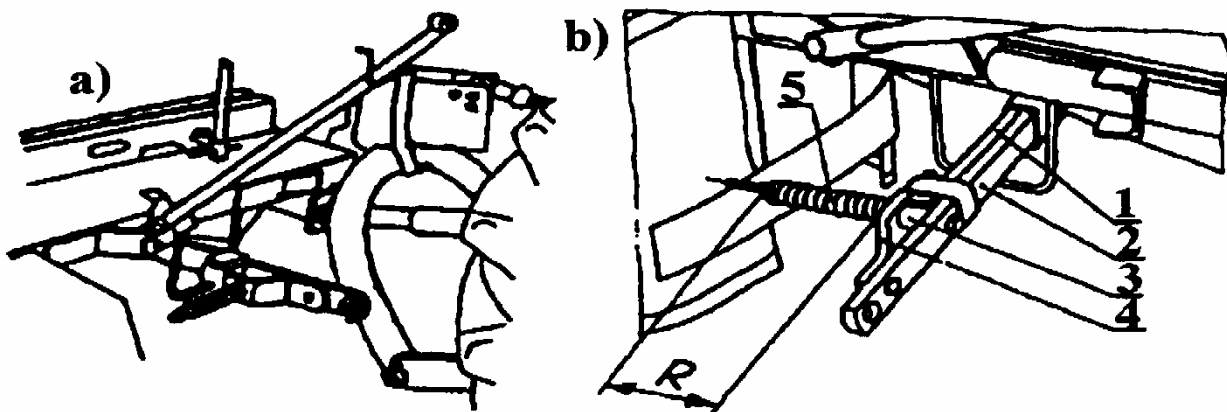
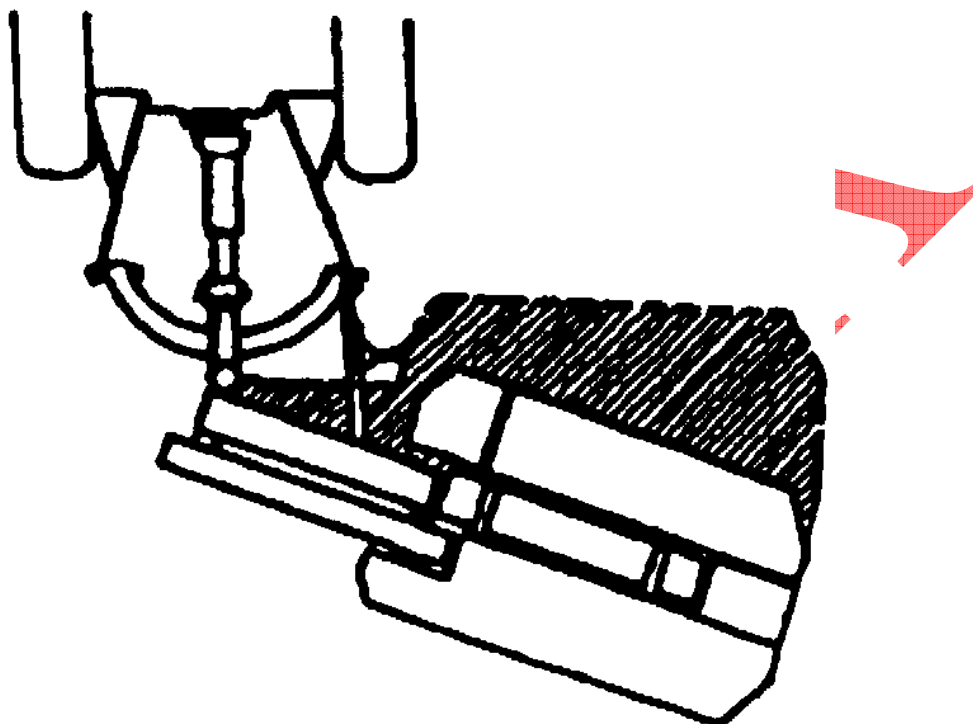

Рис. 5. Предохранитель косилки в положении:
Рис. 6. Отклонение косилки назад после срабатывания предохранителя
- рама навески (7);
- центральная балка (17) вместе с узлом привода;
- главная рама (3);
- барабаны режущего узла (9);
- режущие ножи (10);
- комплект кожухов (кожухи приводного узла (6) и защитного фартука (1));
- предохранитель (Рис. 5).
**Предохранитель** (Рис. 5) обеспечивает защиту косилки от повреждения при столкновении с препятствием. Изменение момента срабатывания предохранителя производится при помощи прижимной пружины. После срабатывания предохранителя происходит отклонение рабочих узлов назад под углом около  $20^\circ$  (Рис. 6). Это даёт оператору время, чтобы остановить трактор и избежать повреждения машины.